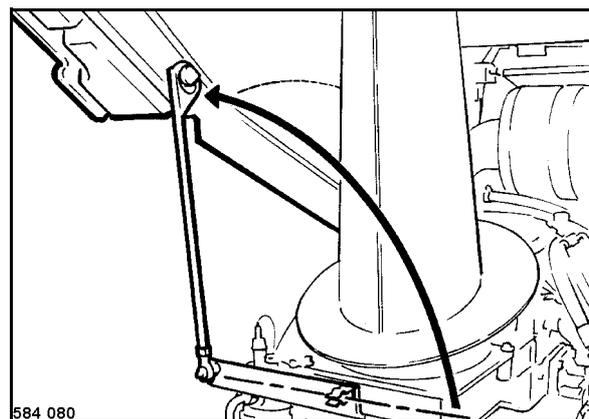

Рис. 77
- Вытащить подпорку из держателя и подпереть капот (Рис. 77).